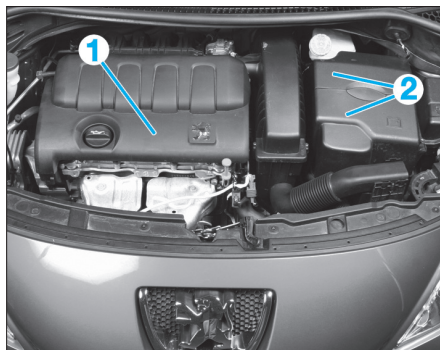

Fig. 40
- Déposer le cache de style (1) et les caches de batterie (2) (Fig.40).